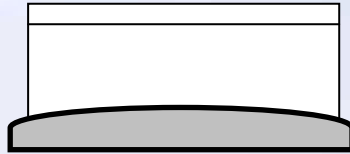

图 2
不可过少，银胶太少会导致固晶不牢，建议银胶覆盖 Si 基板 $1/3 \sim 1/2$ 处。如图 2
2. 芯片厚度为 200um，银胶或锡膏不可超过粘结金属层，否则可能会导致短路，银胶太少会导致固晶不牢，**建议银胶覆盖芯片 1/3~1/2 处。如图 2**